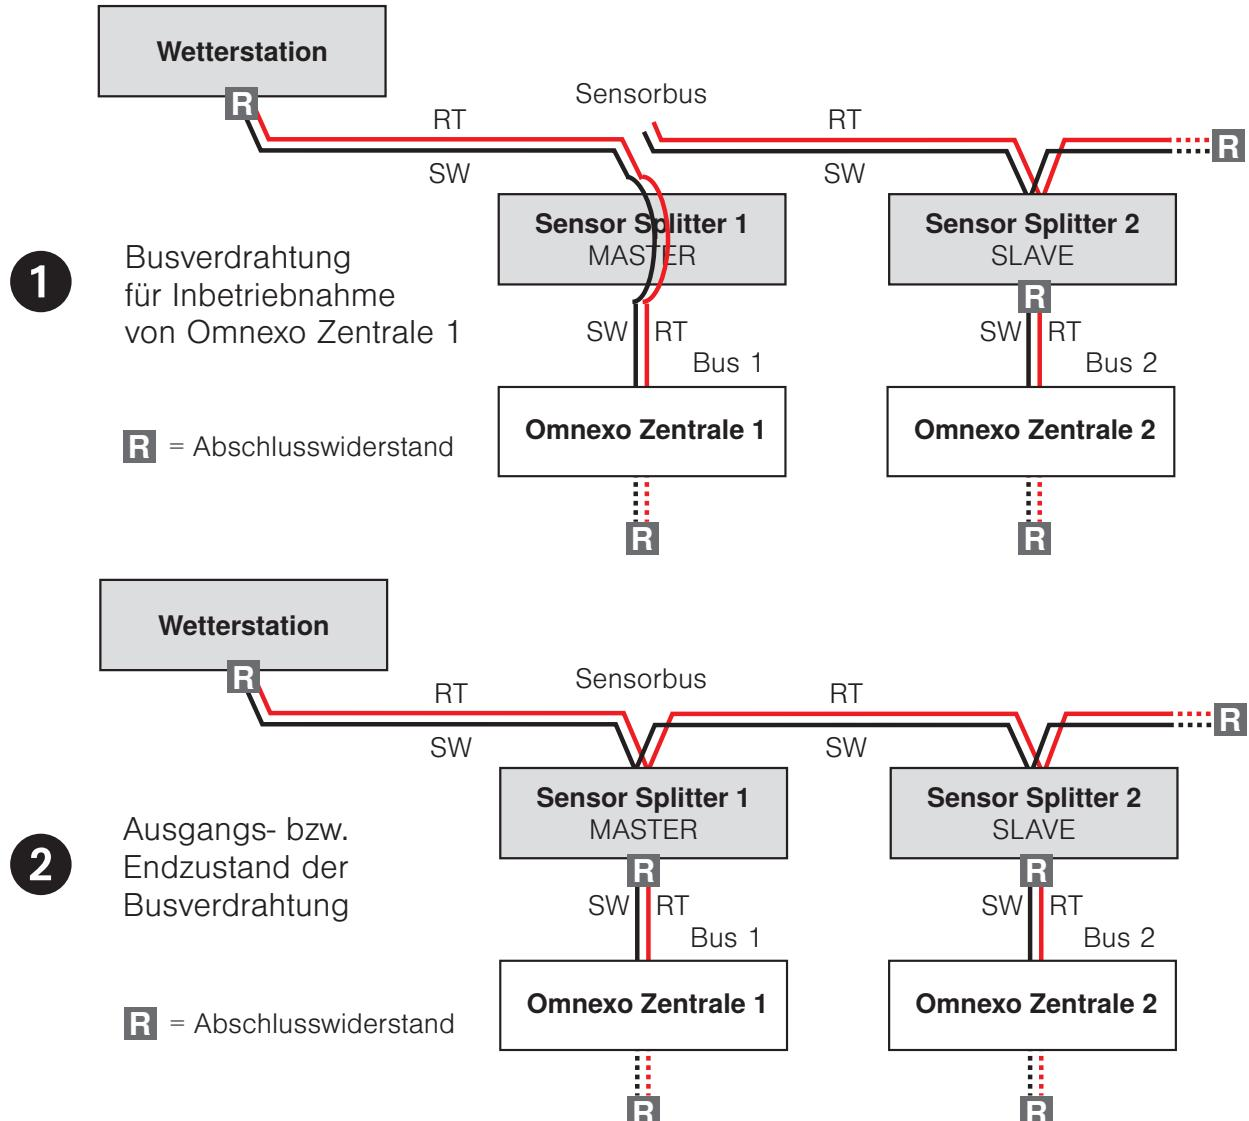

Abb. 12 Omnexo Sensor Splitter: Busanschluss während der Inbetriebnahme
- Trennen Sie die Busleitung so auf, dass der Bus der Wetterstation (Sensorbus) nur mit dem Bus der ersten Omnexo Zentrale (Bus 1) verbunden ist (Abb. 12, ①). Der Sensor Splitter wird komplett vom Bus getrennt und die Busleitungen direkt zusammengeklemmt.
- Ändern Sie die Busverdrahtung so, dass der Sensor Splitter 1 wieder verwendet wird. (Abb. 12, ②).
- Prüfen Sie, ob alle vier Adern der Busleitung korrekt verdrahtet wurden. Die roten und die schwarzen Adern müssen wie in (Abb. 12, ②) dargestellt verbunden sein. Stellen Sie dafür **einen** Sensor Splitter als MASTER (Kodierschalter 1 auf ON), die restlichen Sensor Splitter als SLAVE ein (Kodierschalter 1 auf OFF).
Busleitungen der Wetterstation(en) nicht richtig verdrahtet oder nicht abgeschlossen (die LED am Sensor Splitter blinkt nicht).	Prüfen Sie die Busverdrahtung der Wetterstationen(en) (Verbindungen und Abschlusswiderstände). Prüfen Sie die Spannungsversorgung des Busses (eingeschaltet / ausreichend dimensioniert, siehe ① Abb. 12 auf Seite 23).
Busleitungen des Sensorbusses nicht richtig verdrahtet oder nicht abgeschlossen (die LED am Sensor Splitter blinkt nicht).	Prüfen Sie die Busverdrahtung des Sensorbusses (Verbindungen und Abschlusswiderstände). Prüfen Sie die Spannungsversorgung des Sensorbusses (eingeschaltet / ausreichend dimensioniert (siehe ② Abb. 12 auf Seite 23).
Busleitungen der Wetterstation(en) nicht richtig verdrahtet oder nicht abgeschlossen (die LED am Sensor Splitter blinkt nicht).	Prüfen Sie die Busverdrahtung der Wetterstationen(en) (Verbindungen und Abschlusswiderstände). Prüfen Sie die Spannungsversorgung des Busses (eingeschaltet / ausreichend dimensioniert, siehe ② Abb. 12 auf Seite 23).
- Stellen Sie die Busverdrahtung wieder so her, dass alle Omnexo Netzwerke über die Sensor Splitter mit dem Sensorbus verbunden sind (Abb. 12, ②).